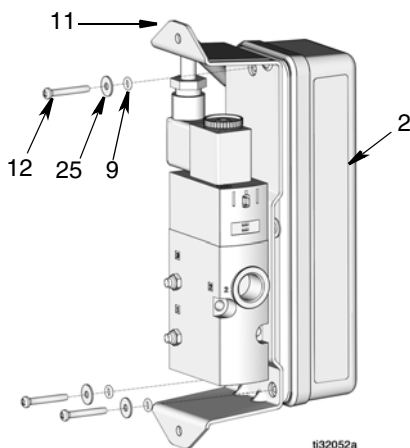

FIG. 26
5. Rimuovere le tre viti (12), le rondelle (25) e gli o-ring (9) che fissano la staffa del PAC (11) alla cassetta (2) (FIG. 26).